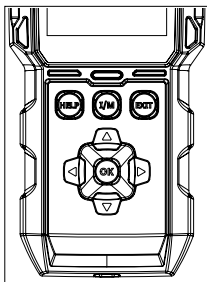

Figura 3.4.2
- Para realizar a função Prontidão I/M, você também pode pressionar o botão de atalho I/M. (Veja Figura 3.4.2)